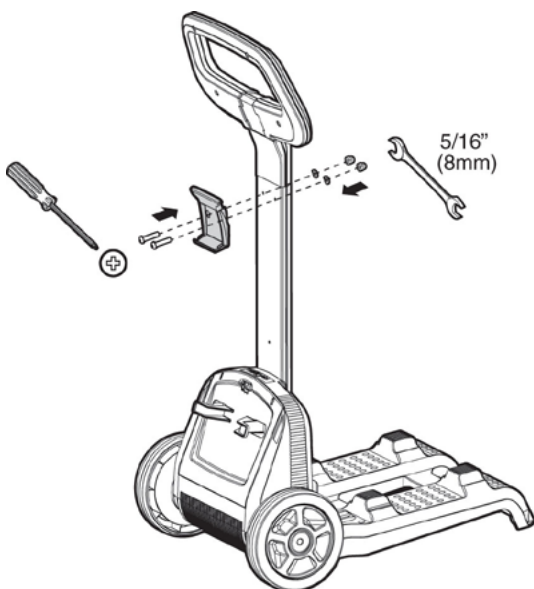

Figura 13
3. Utilizando los dos tornillos Phillips más largos, dos arandelas y dos tuercas de 8 mm (5/16") incluidos con el carrito, instale el gancho de la fuente de alimentación al soporte del mango del carrito. Ver **Figura 13**.